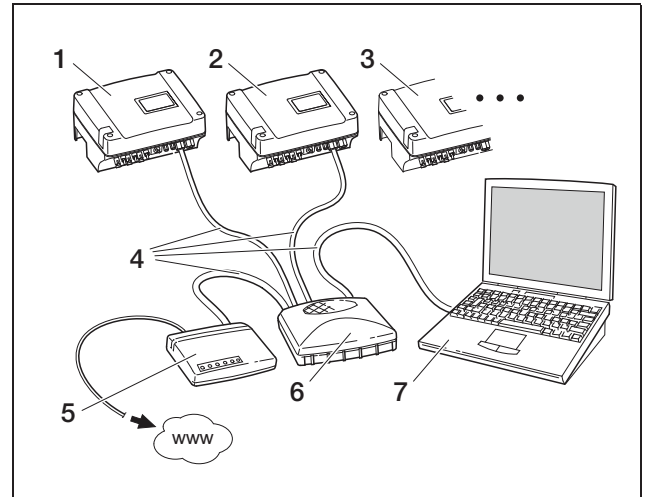

Abbildung 79: Kommunikationsboard I:
- Oder Sie betreiben den Wechselrichter an einem DSL-Anschluss mit Router und wollen sich von außerhalb über den Router mit dem Wechselrichter verbinden (Abbildung 79 bzw. 80).